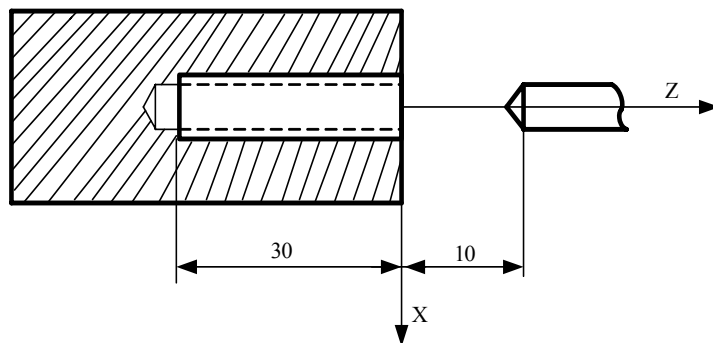

图 3-2-16-1 G33 攻丝循环
功能1: Z 轴从起点位置 (G33代码运行前的位置) 到Z (W) 指定的终点位置的攻丝 (轨迹如图3-2-16-1所示), 主轴反方向旋转, Z 轴返回循环起点。